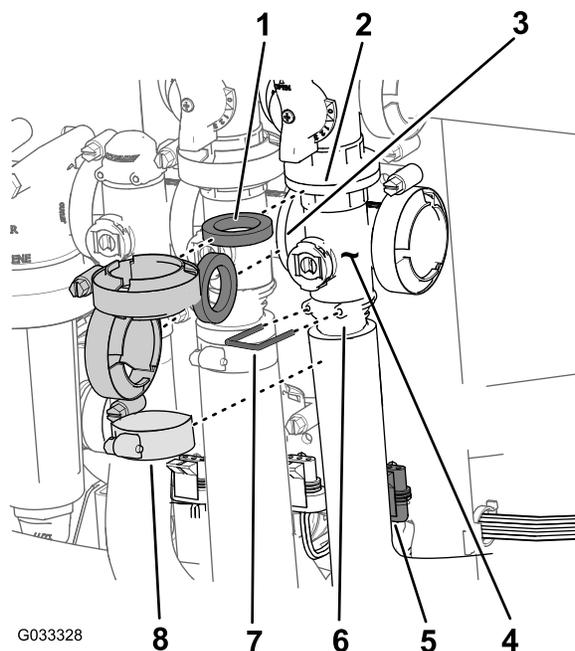

图 71
- 拆下将主喷洒臂段阀歧管图 71 固定至主喷洒臂段旁通阀、搅拌阀和主喷洒臂段歧管阀在流量计的软管末端的夹具和垫片。
- 拆下将出口接头固定至主喷洒臂段阀歧管的卡环图 71。